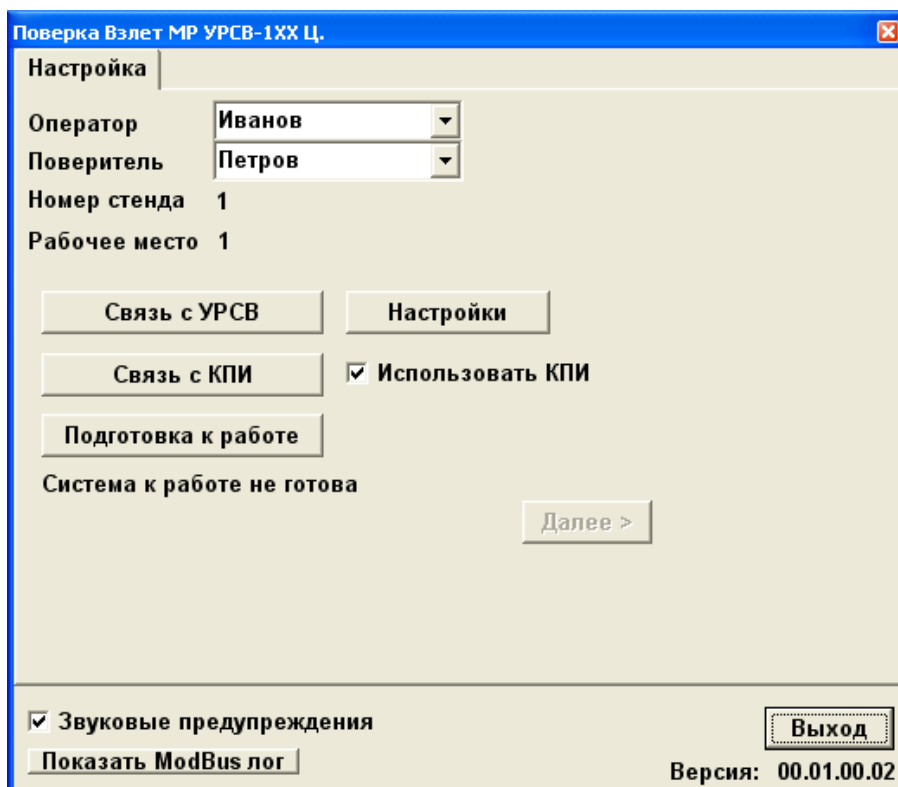

Рис.39. Основное окно программы после запуска
- 2.7.1. На компьютере запустите программу «Поверка ВЗЛЕТ МР УРСВ-1хх ц». На экране монитора появится основное окно программы (рис. 39).